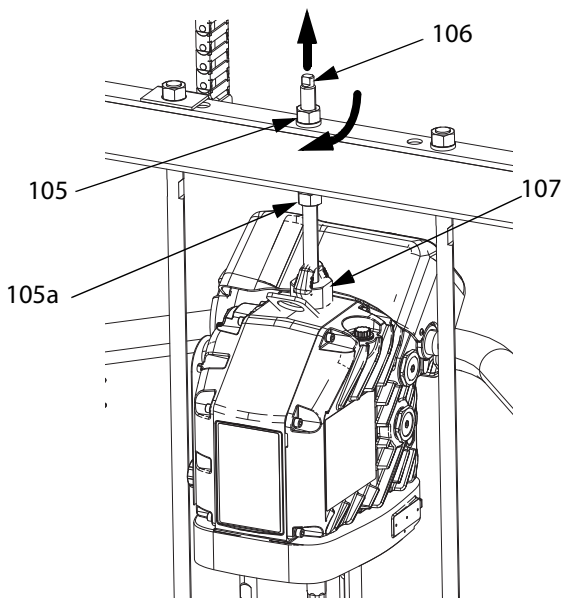

Рис. 36
1. Установите поршневой насос (AC) прижимную плиту (AD). Выполните действия, приведенные в разделе **Подсоединение прижимной плиты** на стр. 45.
3. Подключение привода (AB):
- a. С помощью ключа захватите гайку (105) на верхней части переключателя рамы и опустите привод (AB) на поршневой насос (AC). См. Рис. 36, стр. 46. Навинтите гайку (105) вверх и затяните ее под переключателем рамы. Затяните гайку (105) под переключателем с максимальным усилием 34 Н•м (25 фут-фунтов).